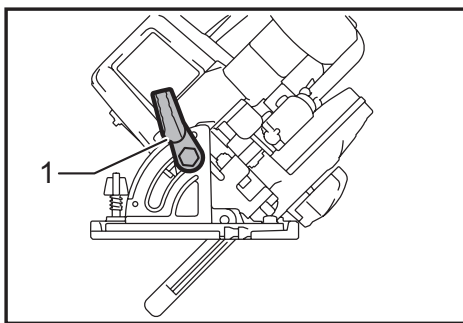

Fig.13
- Рис.13: 1. Насадка 2. Пылесборный патрубок 3. Пылезащитное приспособление 4. Фетровое кольцо 5. Опорная пластина 6. Фиксирующий болт 7. Отверстия в инструменте 8. Выступы на насадке